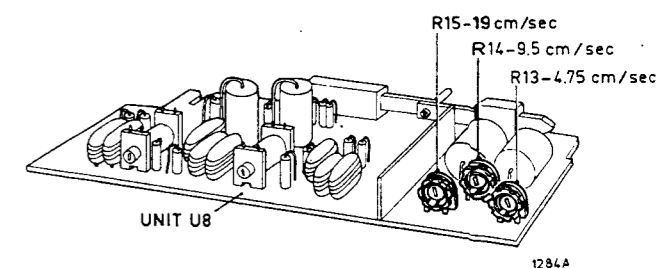

Fig. 11
- Der Impulskopf K4 (80) muss genau auf 0,10 mm des Magnetringes eingestellt sein.
6. Einstellen der Drehzahl (siehe Abb. 5 und Abb. 11)